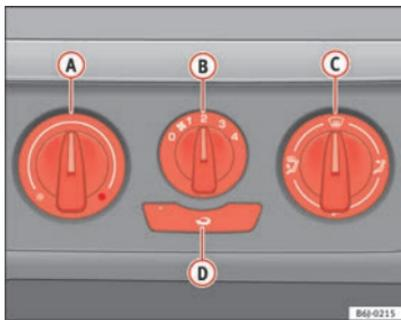

Abb. 88 In der Instrumententafel: Bedienelemente der Heizung
- Drehen Sie den Temperaturregler **A** ⇒ Abb. 88 nach links.
- Drehen Sie den Temperaturregler **A** ⇒ Abb. 88 nach rechts, bis die gewünschte Heizleistung erreicht ist.
- Drehen Sie den Temperaturregler **A** ⇒ Abb. 88 ganz nach rechts auf die höchste Heizleistung.
- Drehen Sie den Temperaturregler **A** ⇒ Seite 129, Abb. 88 in den Heizbereich.